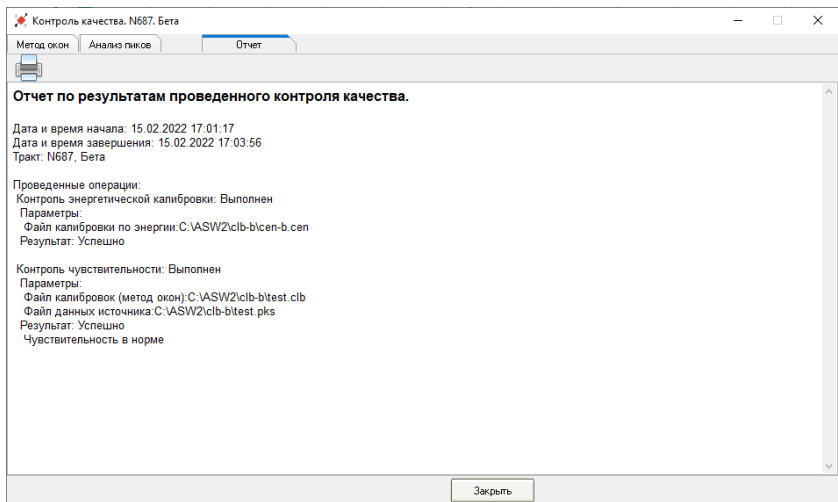

Рисунок 15. Результат проведения процедуры контроля качества по шаблону «бета(калибровка)».
- По окончании процедуры контроля качества программа выедет на экран отчет по результатам (рисунок 15).